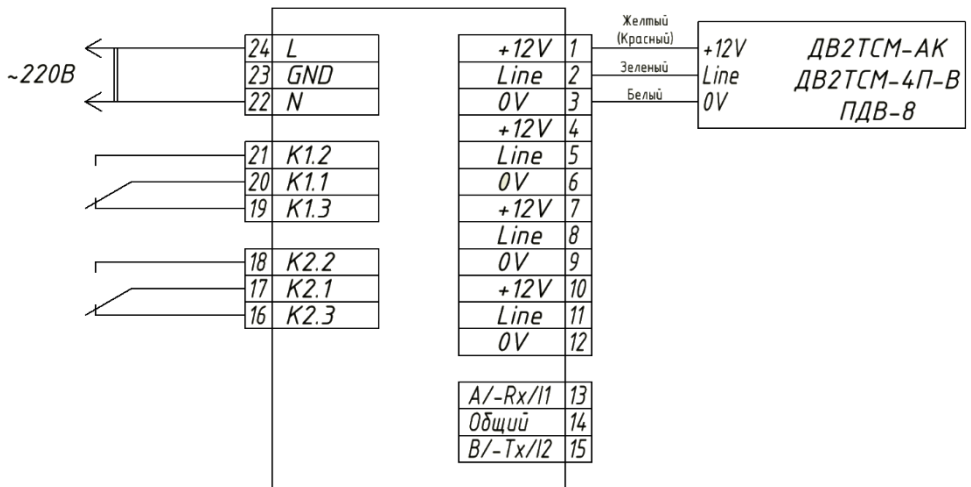

Рис.10. Подключение к блоку индикации измерительных преобразователей ДВ2ТСМ в исполнении АК.
6.10. Измерительные преобразователи подключаются к блоку индикации трехпроводным кабелем. Стандартные цвета и назначения проводов для подключения приведены на рис.10.